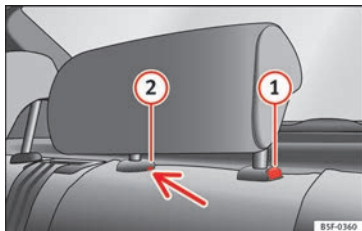

Fig. 147 Appuie-tête central arrière : point de déverrouillage.
- Pour régler l'appuie-tête à une hauteur inférieure, appuyez sur la touche ① » fig. 147 et déplacez-le vers le bas.
- Appuyez sur la touche ① » fig. 147, en appuyant en même temps sur l'orifice de sécurité ② » fig. 147 avec un tournevis plat de 5 mm de largeur maximum et retirez l'appuie-tête.